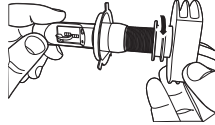

Bild 3
- Skruva loss kylelementet från LED4-strålkastaren enligt Bild 3.